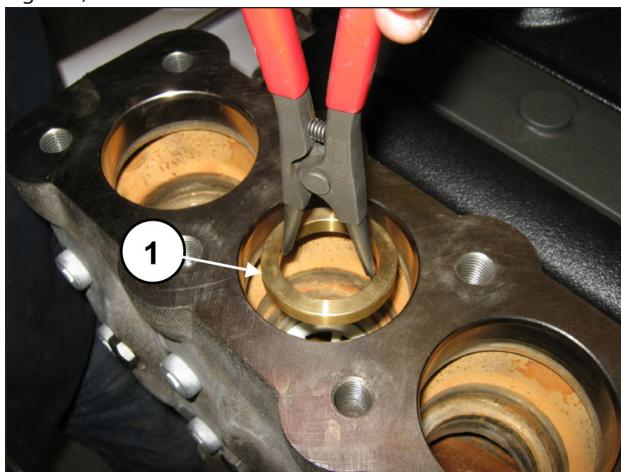

Fig. 101
Extraire l'entretoise du logement de la soupape (rep. ①, Fig. 101).